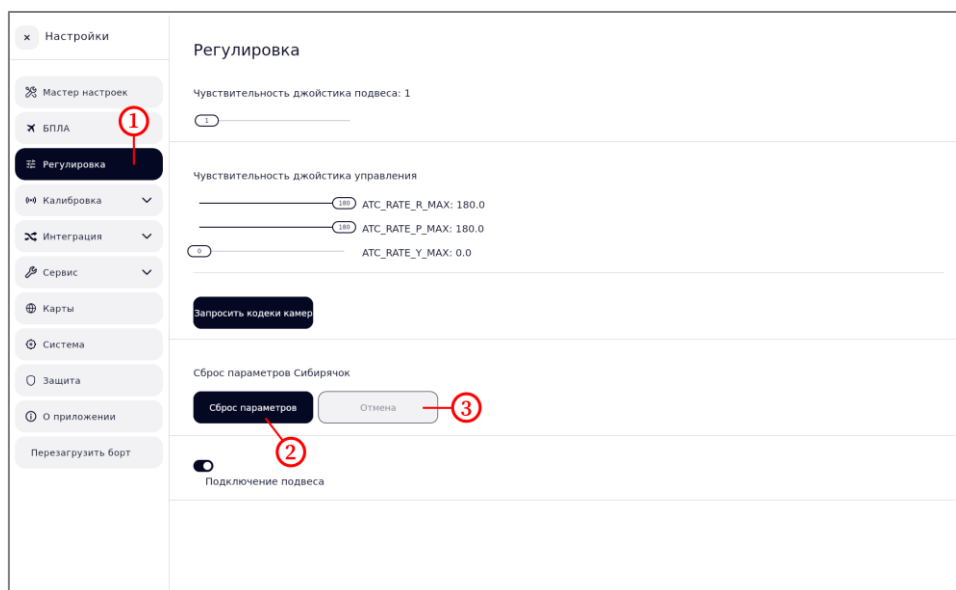

Рисунок 113 – Сброс параметров
- в боковом меню выбрать пункт « Регулировка» (рисунок 113, шаг 1);
б) для остановки процесса сброса нажать на кнопку «Отмена» (рисунок 113, шаг 3).